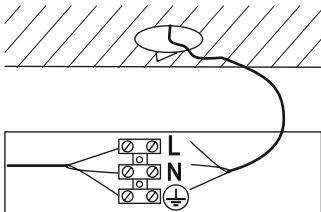

Рисунок 3
- Подключите подготовленные концы сетевого провода к клеммам L, N, а жилу с изоляцией желто-зеленого цвета присоедините к клемме заземления  $\perp$  (рисунок 3). Затяните винты клеммного зажима.